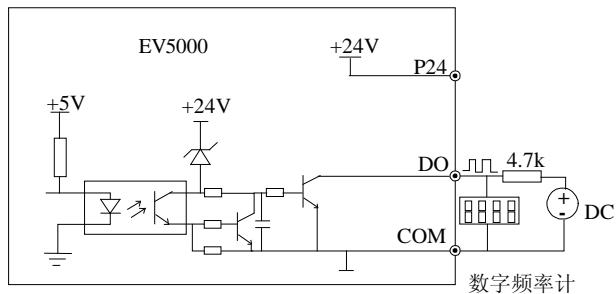

图4-30 输出端子 DO 连接方式 2
4. 数字脉冲频率输出 DO 也可使用外部电源，接线方式参见图 4-30。